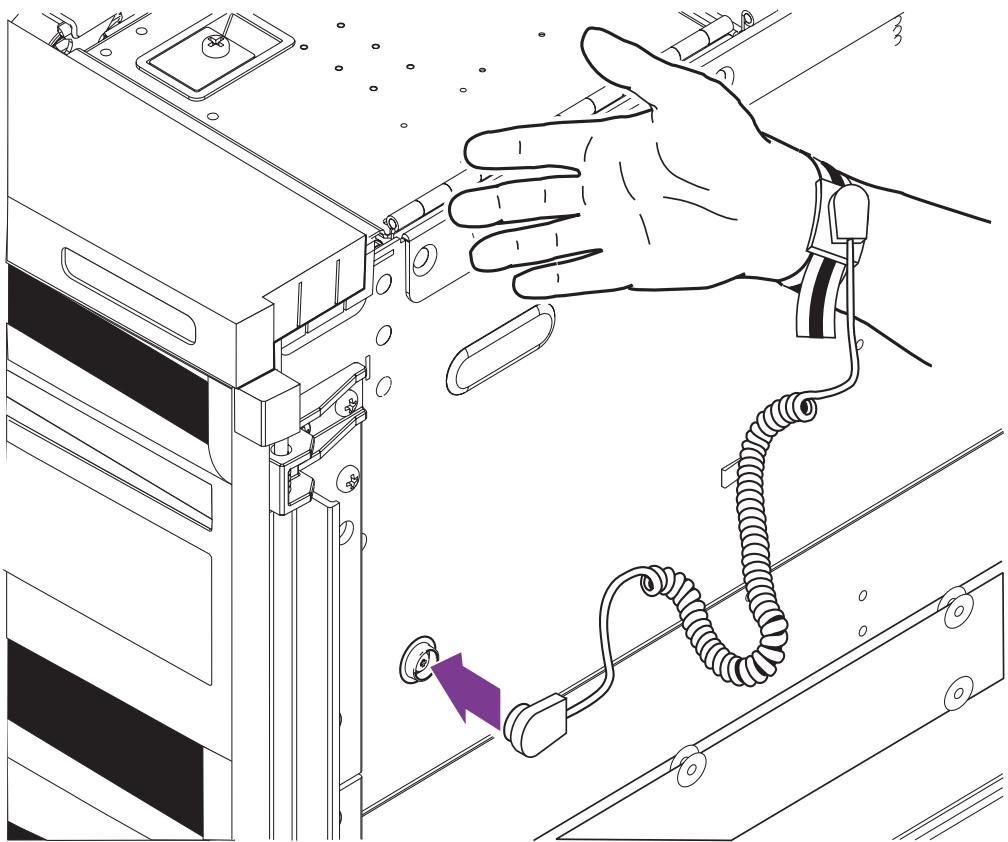
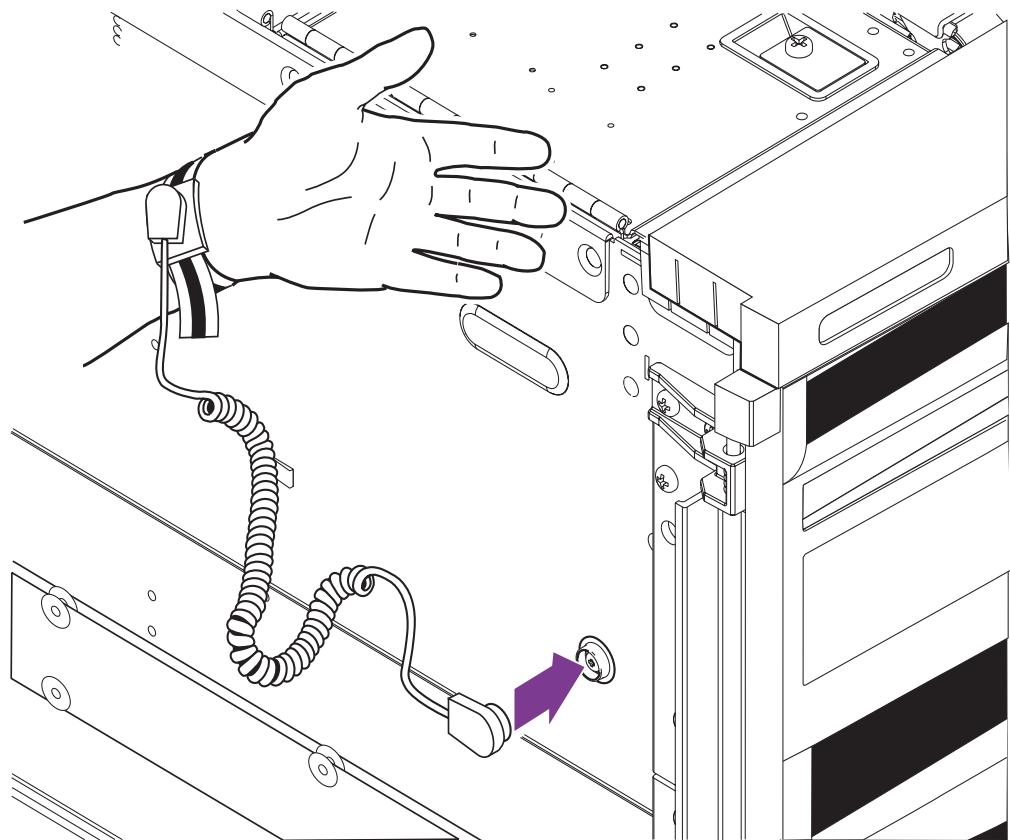

图 2 连接防静电腕带 – 右侧
图 3 连接防静电腕带 – 左侧
- 要将防静电腕带连接到机箱，请按图 2 或图 3 所示连接腕带。